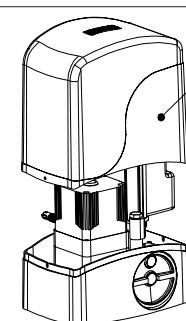

Fig.08
1- Extraiga el cárter, Fig. 08 ref. 1.